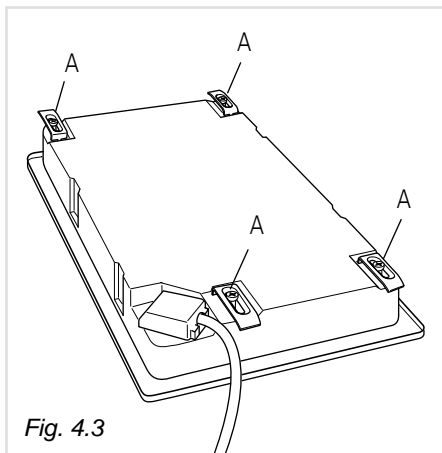

Fig. 4.3
- ✓ Dé vuelta la placa de cocción y monte aletas "A" (fig. 4.3) en sus orificios, dando un par de vueltas a los tornillos "B". Preste atención a montar correctamente las aletas como muestra la figura 4.4. Gire las aletas de manera que no impidan la inserción de la placa en la abertura.